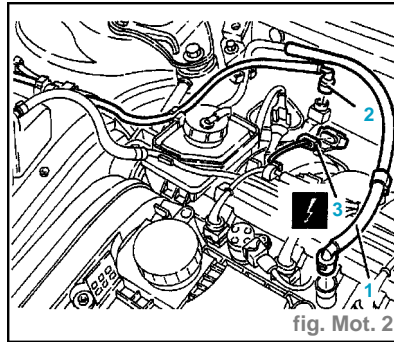

fig. Mot. 2
- Déconnecter la tuyauterie d'arrivée du combustible du collecteur de répartition du combustible (1) (fig. Mot. 2).
- Déconnecter la jonction du tube de remise en circulation des vapeurs du combustible (2).
- Déconnecter le raccord électrique du capteur de l'angle de came du vilebrequin (3).